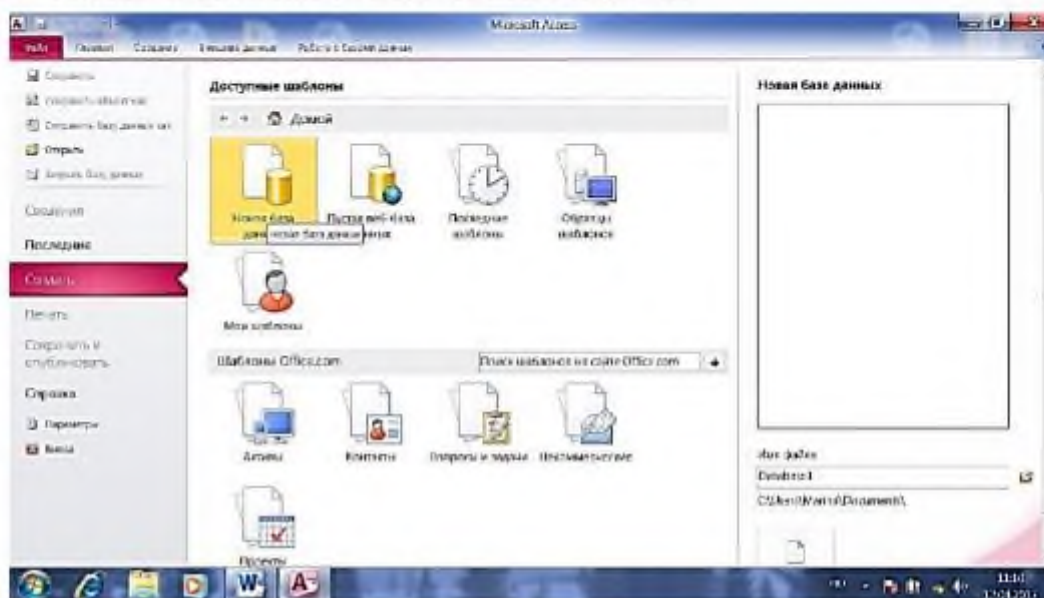

Рис. 1
2. Перед Вами откроется окно следующего вида (Рисунок 1):